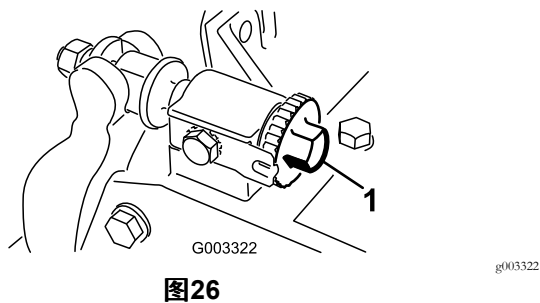

图26
1. 逆时针旋转底刀调节旋钮 图26 直至没有任何接触可以松开滚刀与底刀的接触。